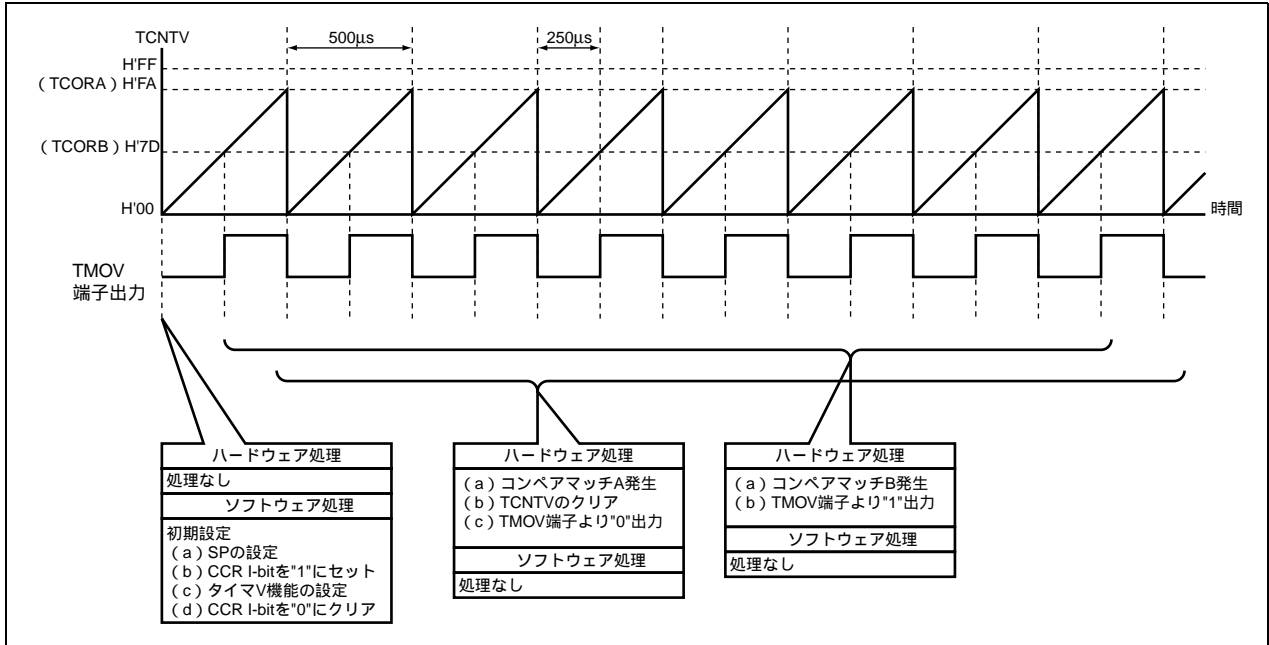

図 3.1 TMOV 端子出力の動作原理
1. 図 3.1 に TMOV 端子出力の動作原理を示します。図 3.1 に示すようなハードウェア処理およびソフトウェア処理により TMOV 出力端子より 2kHz のパルスを出力します。